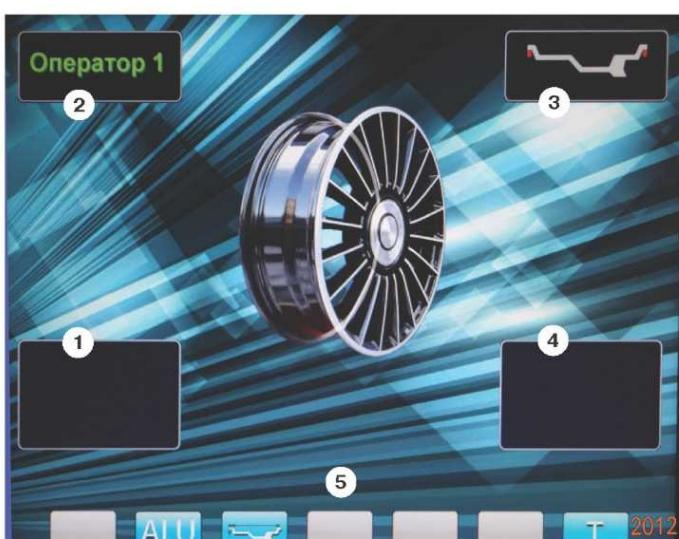

рис.8.2.
8.3. После включения питания СБ на экране монитора отображается фирменная заставка, которая через несколько секунд сменяется отображением экрана основного рабочего режима (рис. 8.2).
Для выбора схем расположения грузов в программах «ALU1-ALU5» необходимо, находясь в режиме основного рабочего экрана, нажать кнопку «ALU», при этом открывается окно схем установки грузов, отмеченных номерами рис11.3. Если после введения размеров колеса установился экран ввода геометрических параметров, необходимо перейти в экран основного рабочего режима нажатием кнопки «STOP». Для выбора нужной схемы нажмите кнопку верхнего ряда клавиатуры с соответствующим номером. Выбранная схема установки грузов отображается в окне 3 экрана основного рабочего режима (рис. 8.2).
12.2. При включении СБ программа измерения дисбаланса настраивается таким образом, что дисбаланс менее 5г (заводская установка) на любой плоскости коррекции не показывается, в этом случае в окнах 1 и 4 (рис. 8.2)
12.3.4. Для проверки результатов балансировки снова запустите СБ. Если колесо отбалансирано правильно, на индикаторах 1 и 4 (рис. 8.2.) отображаются символы «OK».